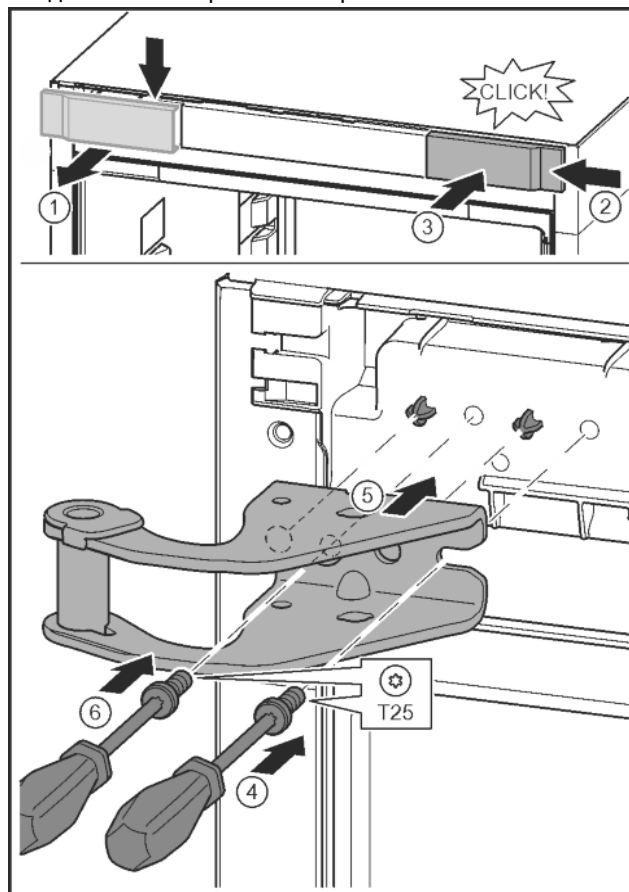

Fig. 13
- Развийте капака и го свалете настрана. Fig. 13 (1)
- Закачете капака, завъртян на 180°, от другата страна отдясно. Fig. 13 (2)
- Фиксирайте капака. Fig. 13 (3)
- С отвертка T25 поставете винта. Fig. 13 (4)
- Поставете горната лагерна стойка. Fig. 13 (5)
- Затегнете винта. Fig. 13 (4)
- С отвертка T25 поставете винта и го затегнете. Fig. 13 (6)